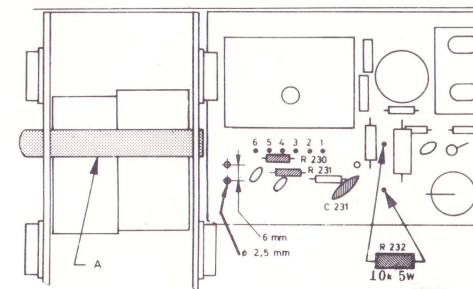

Fig. 5. Montering av kantkontakt for stereodekoder 4-2 i Huldra 8.
Ta sjassiet ut av kabinettet. Fig 5 og 6 viser MF-platen i apparater med lavere serienummer enn 427 200. I apparater med høyere serienummer er kondensatorene C238 og C242 montert på komponentsiden. Videre er blå og sort ledning koplet til venderseksjonen. Punkt 6 og 7 i monteringsanvisningen kan utelates for høyere serienummer.
4. Bor et 2,5 mm hull i platen som vist på fig. 5.
6. Tynn ledningene (sort og blå) sammen og lodd dem til venderseksjonen og MF-platen som vist på fig. 5.
8. Ta ut festeøylen A (fig. 5) og monter den som vist på figuren. Plugg dekoderen inn i kantkontakten. Foliesiden skal vende mot FM-detektor boksen. Monter festeskruen fra MF-platens folieside.